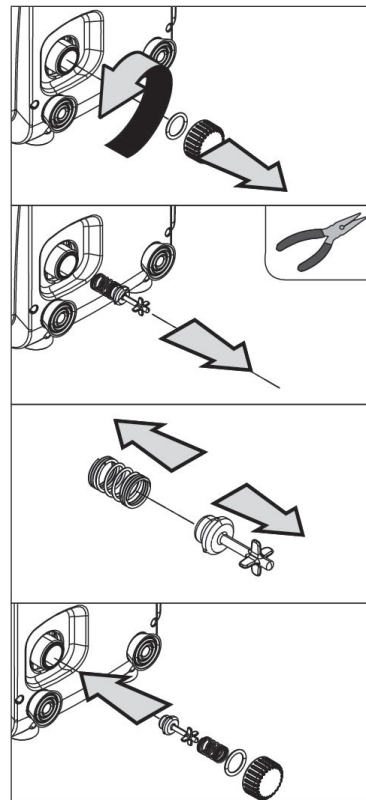

Рисунок 18
3. в любом случае выньте сливную пробку со стороны Е, следя, чтобы не выпала уплотнительная манжета (Рисунок.18);